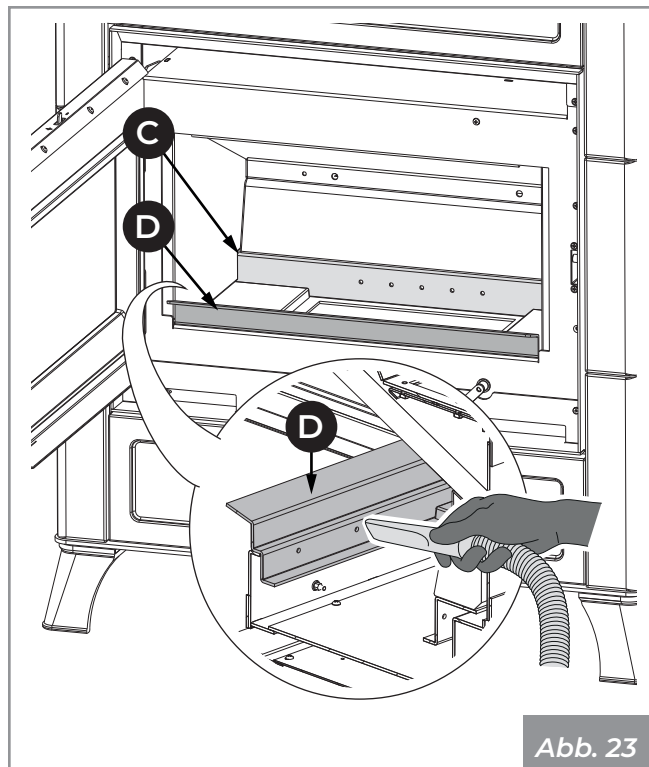

Abb. 23
- 3) Die hinteren (**C**) und vorderen (**D** - wo vorgesehen) Löcher des Verbrennungsluftverteilers (**Abb. 23**) absaugen, um die eventuelle Ablagerung von Asche zu vermeiden.